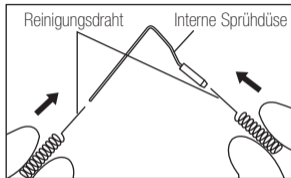

Abb. 8
- 1) Führen Sie den Reinigungsdraht gerade in die internen und externen Spühdüsen ein. (Abb. 8,9)